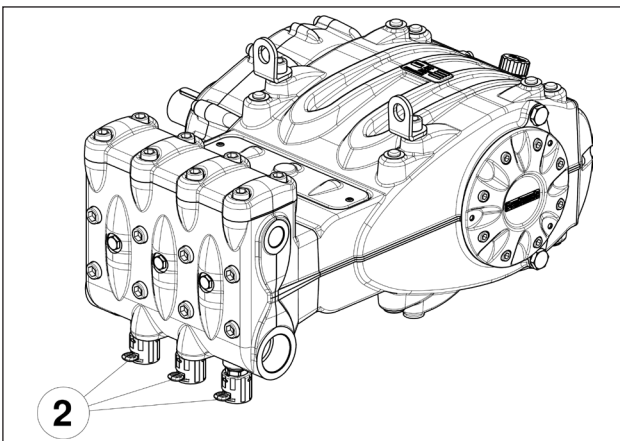
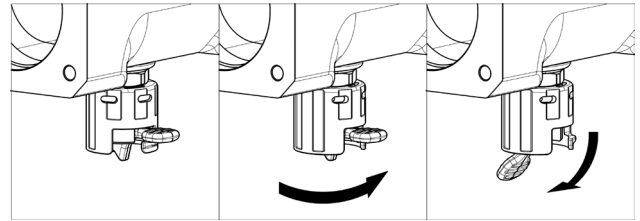

Fig. 9
Fig. 10
**En cas de stockage ou arrêt prolongé, remettre les soupapes d'aspiration en état de fonctionner en ouvrant les trois dispositifs d'ouverture (voir rep. ② Fig. 9). S'assurer d'avoir refermé les soupapes avant d'amorcer la pompe. Pour les positions de « travail » et de « repos », voir Fig. 10.**